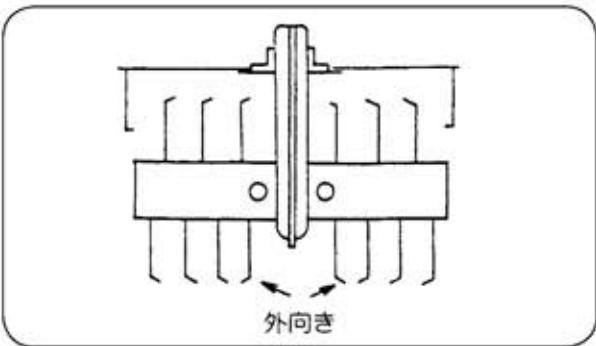

図 54
(9) ドラムローターの取付 (図54)
①ドラムローターの刃の配列はミッショーンケース左右の1本は外向きに、その他は全部内向きに取付けてください。